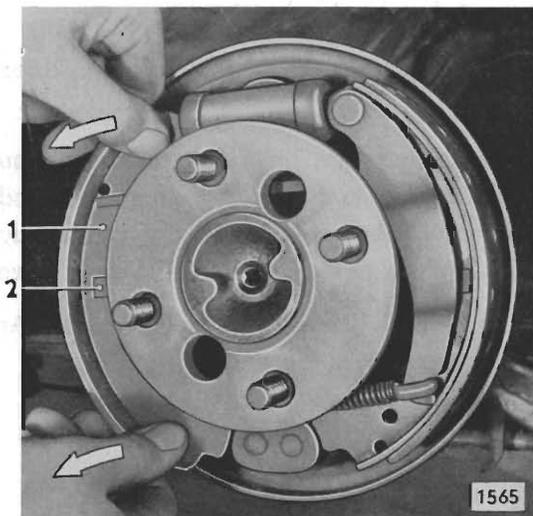

Bild 18 - Vordere Bremsbacke von Haltefeder und Bremsträgerplatte abziehen
4. Vordere Bremsbacke (16/8) von Bremsträgerplatte seitlich nach außen wegschwenken – Pfeilrichtung (Bild 18) – und von Haltefeder und Bremsträgerplatte abziehen. Druckstange (16/9) abnehmen.